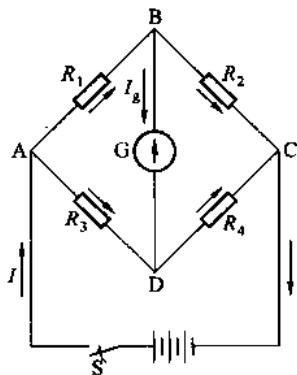

图 8.11 直流电桥
**电桥** 图 8.11 所示的电路叫做直流电桥. 电阻  $R_1$ 、 $R_2$ 、 $R_3$ 、 $R_4$  分别是电桥的一个臂. 合上开关, 若 B、D 间有电流, 检流计 G 的指针会偏转; 若 G 不偏转, 表明  $I_g = 0$ , 这时我们说电桥平衡了. 满足什么条件, 电桥才会平衡呢? 电桥的平衡条件是